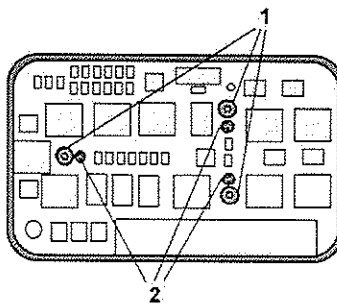

Abbildung 6.
22. Relais (2) und Sicherung (1) einsetzen (*Abbildung 6*).